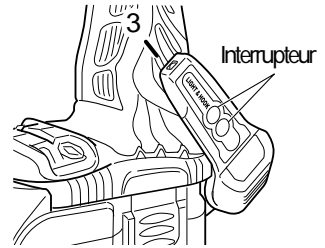

Fig. 6
- (2) Il est possible de régler la direction de la lampe dans la plage des positions 1 à 5 du crochet. (Fig. 6)